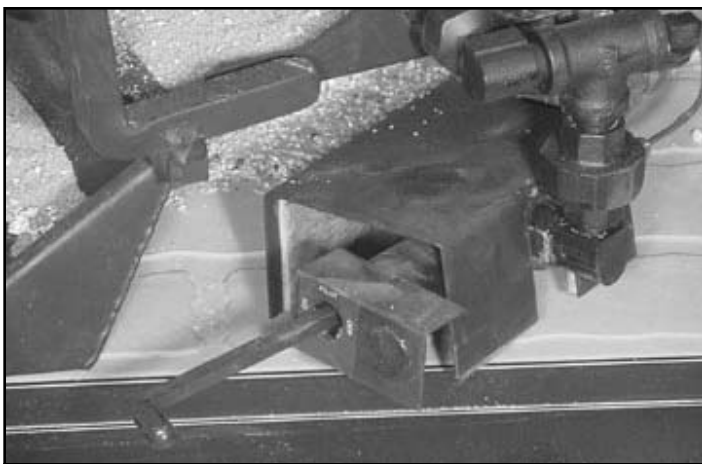

Figura 2 Tapa protectora de la válvula (Piloto de seguridad)
- Debido al manejo y envío de este aparato la tapa protectora de la válvula puede que no esté en su lugar. Una vez que el quemador es instalado en la chimenea, asegúrese de colocar la tapa protectora sobre la válvula para evitar sobrecalentamiento. Vea la figura 2.